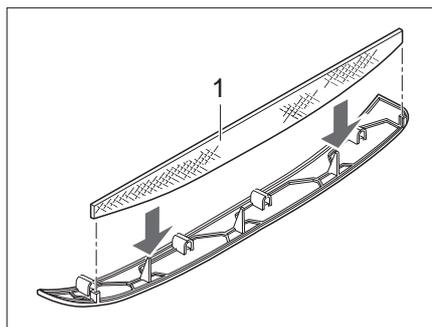
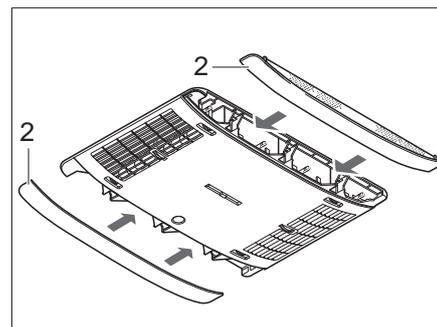

Bild 285 Flusenfilter Klimaanlage
Bild 286 Paneelen Klimaanlage
In den seitlichen Paneelen (Bild 286,2) befinden sich zwei Flusenfilter. Die Flusenfilter müssen in regelmäßigen Abständen, mindestens jedoch alle 6 Monate, gereinigt und bei Bedarf gewechselt werden.
- Paneele (Bild 286,2) vom Luftverteiler abziehen und Flusenfilter (Bild 285,1) reinigen oder bei Bedarf wechseln.